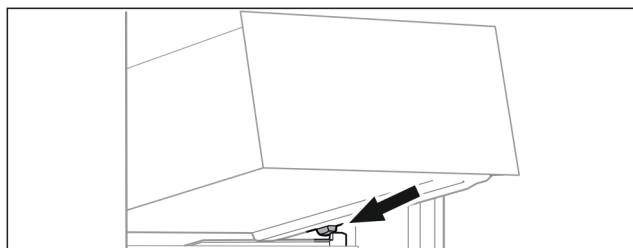

Fig. 135
- ▶ Applicare il cassetto inclinandolo dietro i fermi sulla nervatura del contenitore. (vedere Fig. 135)